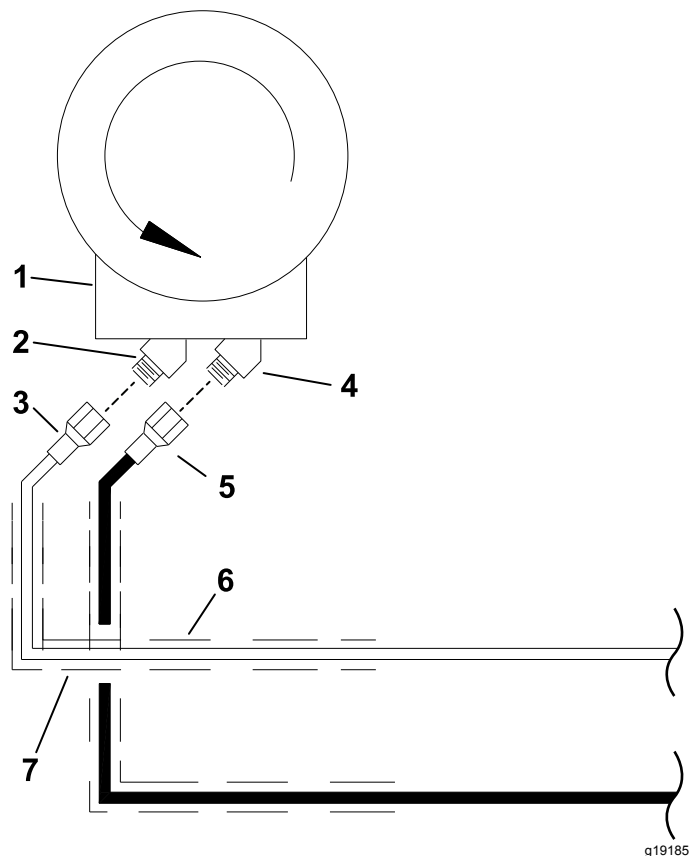

Рисунок 16
1. Установите кожух шланга длиной 122 см поверх гидравлического шланга, входящего в комплект поставки сборщика кернов (Рисунок 16).
2. Установите кожух шланга длиной 224 см на гидравлический шланг В длиной 330 см (8 MP – 6 MP), как показано на Рисунок 16.
3. Подсоедините гидравлический шланг, входящий в комплект сборщика кернов, к отверстию А гидромотора подъемника (Рисунок 16).
Т технологического автомобиля Workman к отверстию В на гидромоторе подъемника (Рисунок 16).